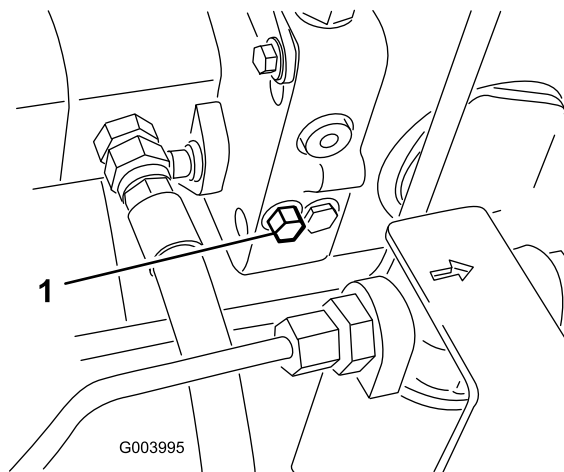

Figura 42
1. La valvola di bypass è situata sul lato sinistro dell'idrostat (Figura 42). Fate ruotare di un giro e mezzo il bullone per aprire e lasciare bypassare l'olio all'interno. Dal momento che il fluido viene bypassato, potete spostare lentamente la macchina senza danneggiare la trasmissione.